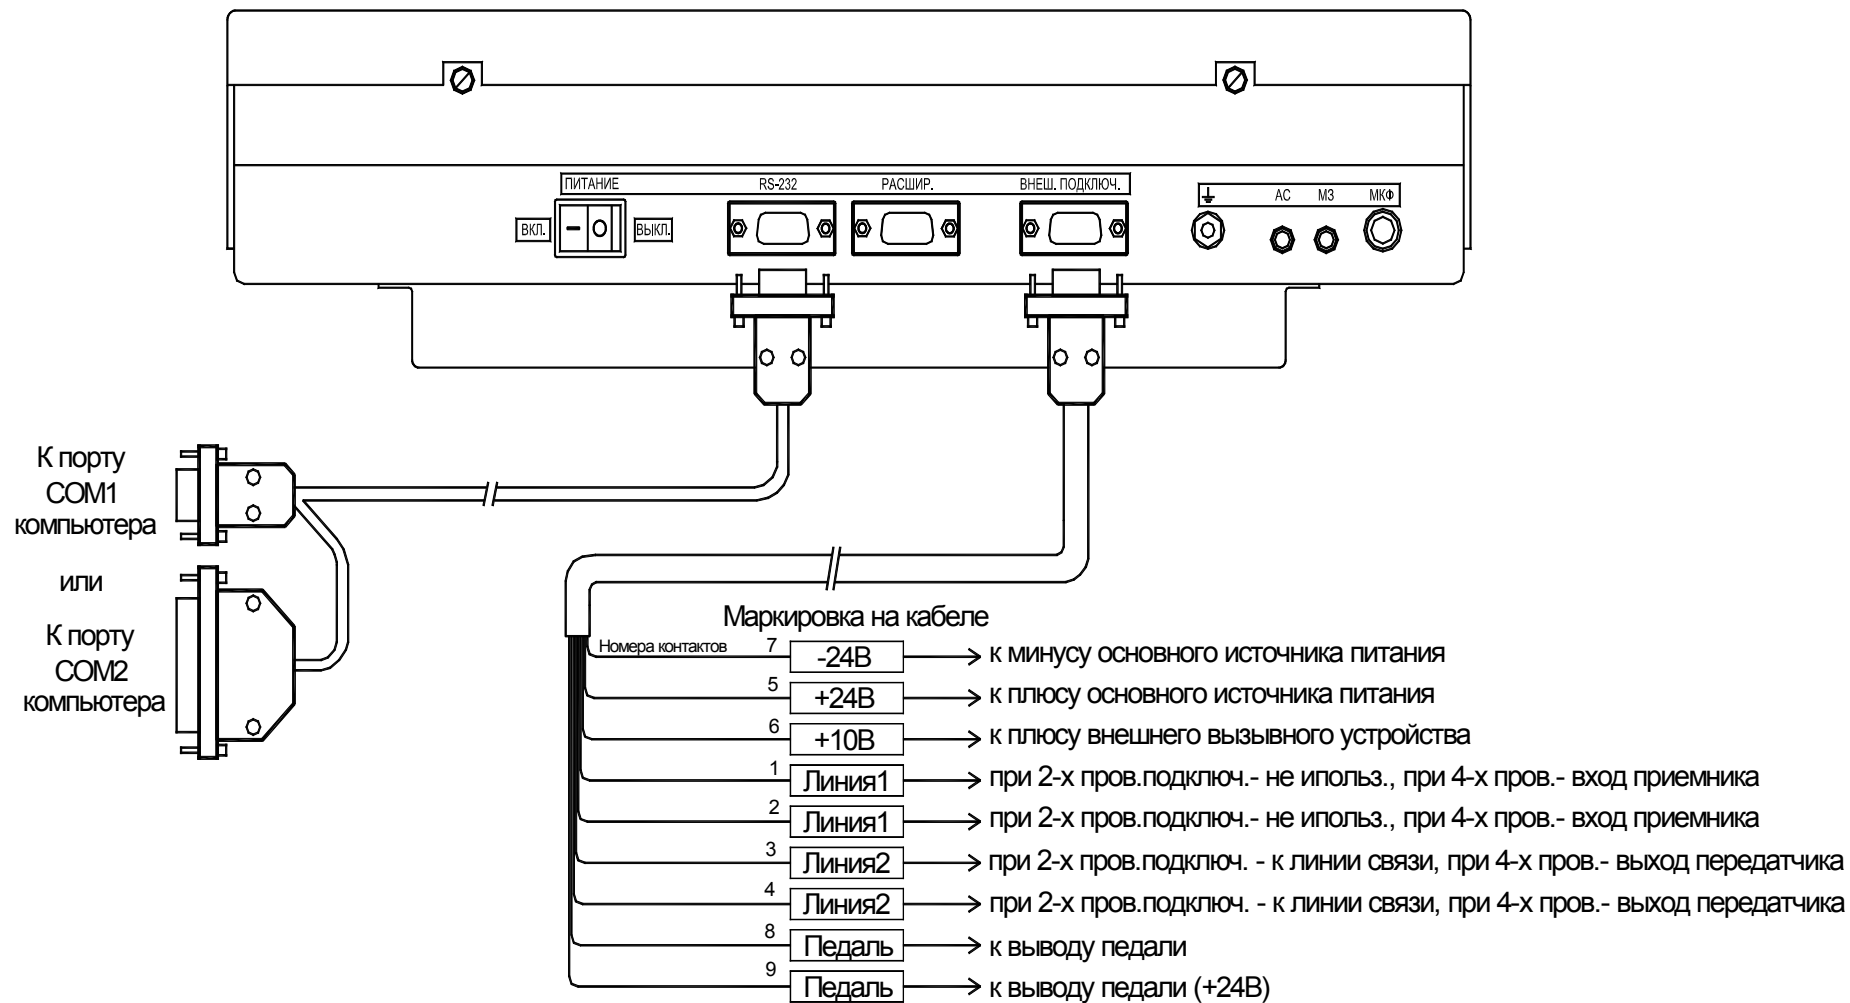

Рисунок 2 – Схема подключения РСДТ-11Ц к внешним цепям
Включение РСДТ-11Ц происходит при подаче питающего напряжения. Для подачи питающего напряжения подключите соединительный кабель к разъему «ВНЕШ. ПОДКЛЮЧ.», расположенному на задней стенке корпуса РСДТ-11Ц (см. рис. 2). В момент подачи питающего напряжения слышен короткий звуковой сигнал со встроенного динамика и кратковременно загораются светодиоды кнопок режимов работы. После окончания звукового сигнала на индикаторе появится нулевое значение времени и начнется отсчет времени.
Педаль подключается согласно схеме подключения РСДТ-11Ц к внешним цепям (см. рис. 2). При нажатии на педаль, подключенной к РСДТ-11Ц, контакт 8 (Педаль -) соединяется с контактом 9 (Педаль +24) разъема «ВНЕШ. ПОДКЛЮЧ.» после чего происходит включение передающего тракта (подсвечивается кнопка «МКФ»).
- подключить РСДТ-11Ц к компьютеру через разъем «RS-232», расположенный на задней стенке корпуса РСДТ-11Ц (см. рис. 2). Для подключения к последовательному порту СОМ1 компьютера необходимо использовать стандартный кабель СОМ1-СОМ1, а для подключения к порту СОМ2 - стандартный кабель СОМ1-СОМ2;